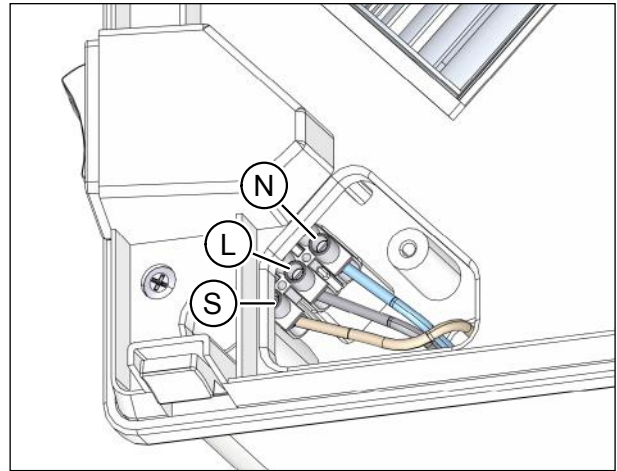

Abb. 29: Lüftungsgerät an das Stromversorgungsnetz anschließen
- ▶ Schließen Sie den Neutralleiter N (Pos. N in Abb. 29) und den Außenleiter L (Pos. L in Abb. 29) an die Lüsterklemme des Lüftungsgerätes an.
- ▶ Schließen Sie ggf. die Leitung für den Externen Steuereingang (Pos. S in Abb. 29) an die Lüsterklemme an (nur bei Lüftungsgeräten mit Externem Steuereingang, siehe Tab. 5 in Abschnitt 10.8 auf Seite 23).